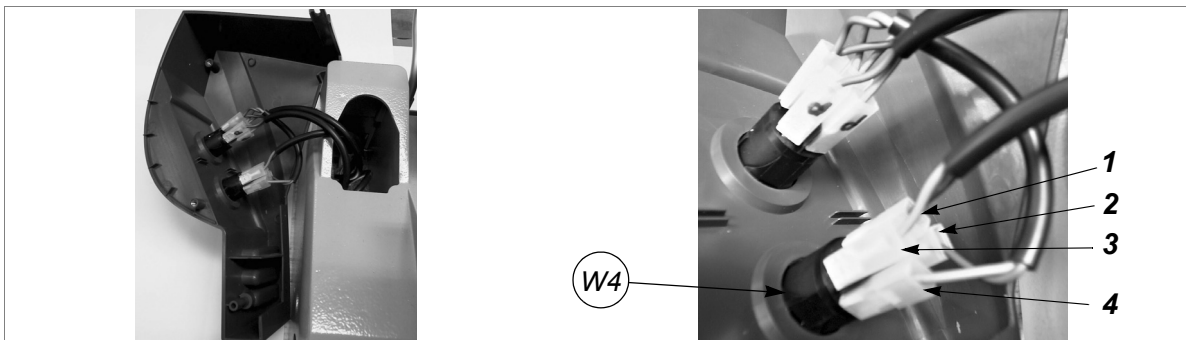

Fig. 39
- 9) Breng het linker carter omhoog voor toegang tot de schakelaars (fig.39, pag.26).
- 10) Onthoud de ligging van de connectors (1, 2, 3, 4) en verwijder ze (fig.39).